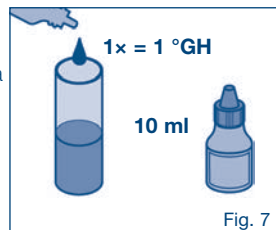

Fig. 7
1. Puede consultar la dureza total en su empresa de suministro de agua o a través de un rápido test (Test de la gota, Fig. 7). En función de la dureza total y del uso, puede elegir el ajuste del bypass y deducir la capacidad de filtración típica de la tabla 1 del capítulo 10.